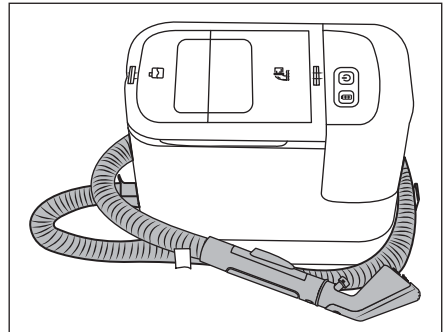

Abb. 4
- ◆ Ziehen Sie die Schlauchhalterung **15** aus dem Gerät. Legen Sie den Sprüh-/Saugschlauch **19** um das Gerät und verwenden dabei die Schlauchhalterungen **15/16** (siehe Abb. 4).